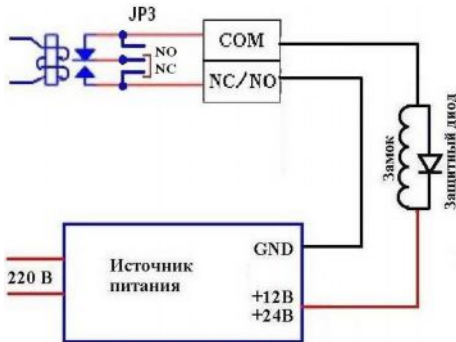

Рис.3. Схема подключения электромагнитного замка с внешним источником питания к нормально-замкнутым контактам реле.
Принципиальная схема подключения исполнительных устройств, требующих для поддержания в запертом состоянии непрерывной подачи питания (нормально открытых исполнительных устройств), например, электромагнитных замков, приведена на рис.3. Для управления используются нормально замкнутая (NC) группа контактов реле, так как на обмотку реле напряжение подается только на время, когда исполнительное устройство должно быть открытым.